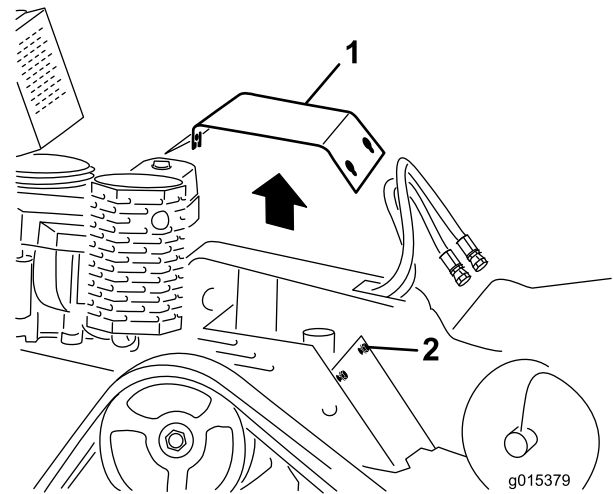

Figura 26
3. Allentate uno dopo l'altro i tre bulloni che fissano la piastra di copertura al telaio, fino a liberare completamente il coperchio (Figura 26).
2. Fate scorrere la piastra di copertura nella sua sede e fissatela con i tre bulloni allentati in precedenza (Figura 26).